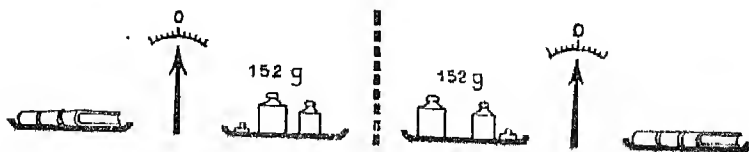

Fig. 6. — Cette balance est juste : car le poids trouvé (152 grammes) est le même quand on change de plateau l'objet et les poids marqués.
b) Elle est juste si le corps pèse autant que les poids marqués qui lui font équilibre, ce qui exige que les couteaux des extrémités soient à égale distance du couteau central, autrement dit que les bras de levier soient égaux. La fig. 6 indique comment on vérifie la justesse d'une balance.